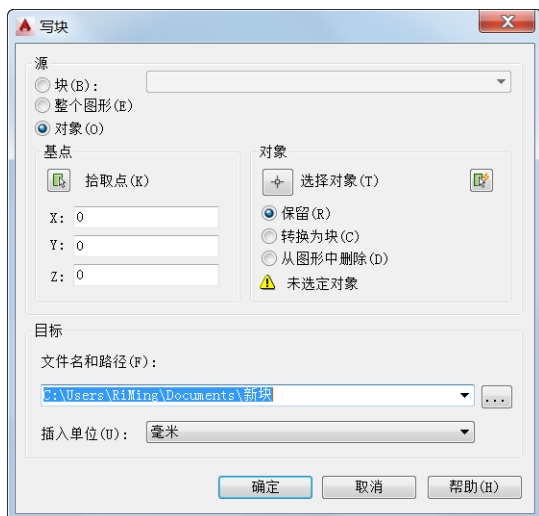

图 9-7 “写块”对话框
- 2 在功能区“插入”选项卡的“块定义”面板中单击“写块”按钮，或者在命令行中输入“WBLOCK”并按〈Enter〉键，系统弹出图 9-7 所示的“写块”对话框。